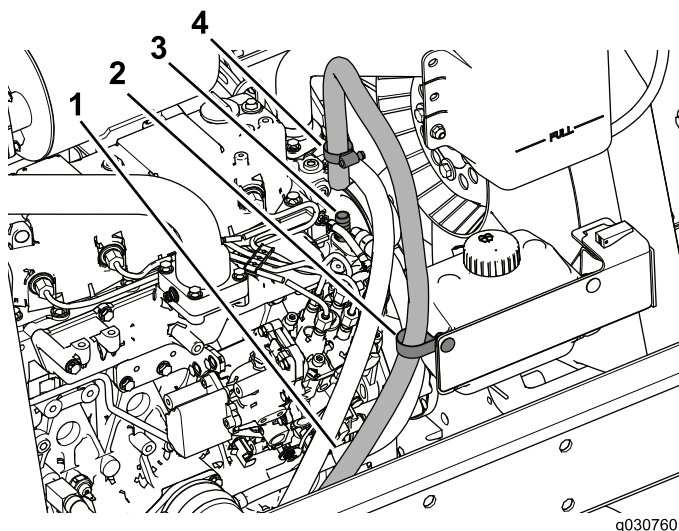

图40
6. 将软管夹滑动到回流软管上，然后将软管插入接头 (3/8 NPT x 0.625 倒钩)，如图40所示。